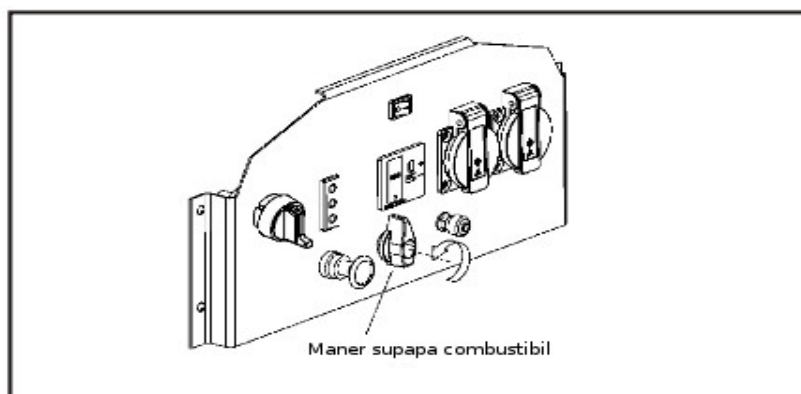

Fig.6
4.1. Intoarceti manerul supapei de combustibil in pozitia "ON" (pornit), vezi fig. 6.